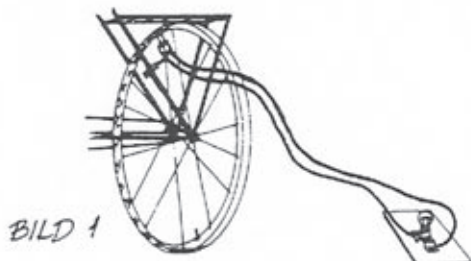

BILD 1
3. Kontrollera först att lampan lyser direkt vid spänningskällan. Se bild 1.